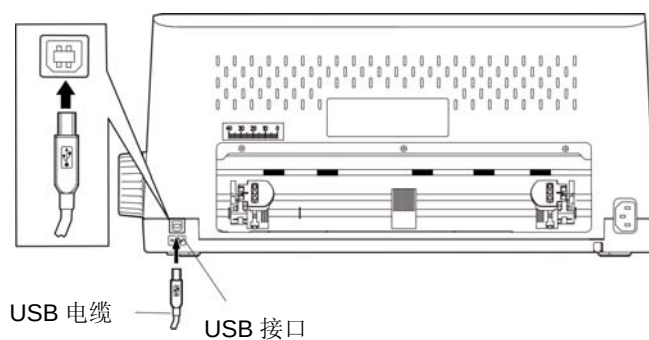
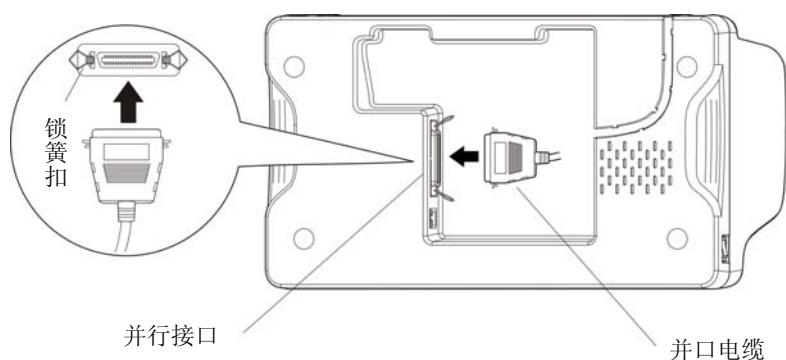
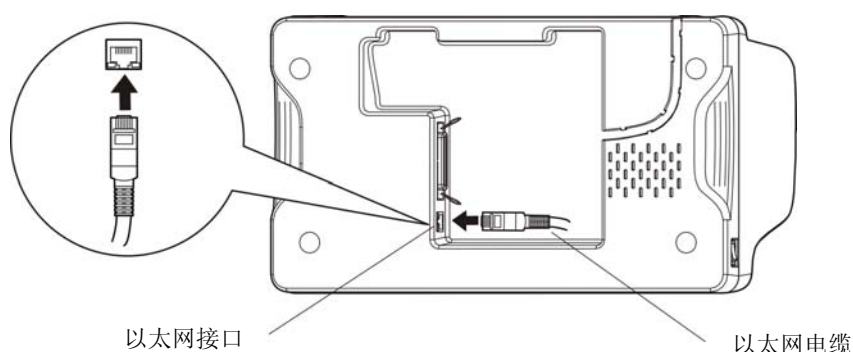
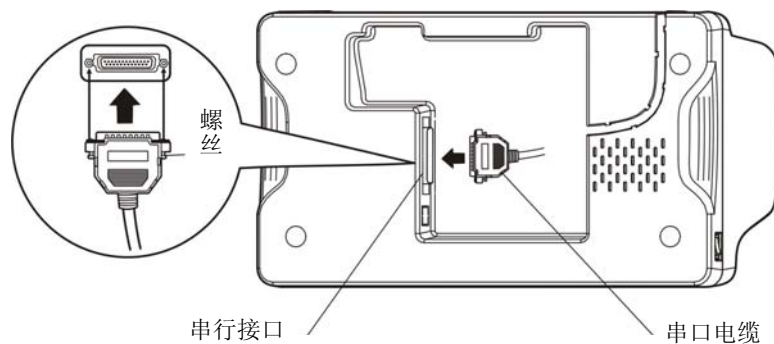

图 2-11 连接 USB 电缆
图 2-12 连接并口电缆
图 2-13 连接以太网电缆
图 2-14 连接串口电缆
本打印机可配置 USB 接口、并行接口、以太网接口、串行接口、蓝牙或 Wi-Fi（产品的具体接口配置，以实物为准）。请根据需要，用相应的接口电缆把打印机与计算机相连（如图 2-11、图 2-12、图 2-13 和图 2-14 所示）。
2. 将 USB 电缆的 B 端插头（方型）插进打印机的 USB 接口插座中（如图 2-11 所示）。
1. 关闭计算机与打印机的电源，将并口电缆插头连接到打印机的并行接口插座，扣上连接器两侧的锁簧扣，固定并口电缆（如图 2-12 所示）。
将以太网电缆的 RJ-45 插头一端插进打印机的以太网接口插座中，另一端插头连接到局域网的接入端（如图 2-13 所示）。
1. 关闭计算机与打印机的电源，将串口电缆插头连接到打印机的串行接口插座，拧紧两侧的螺丝，固定串口电缆（如图 2-14 所示）。